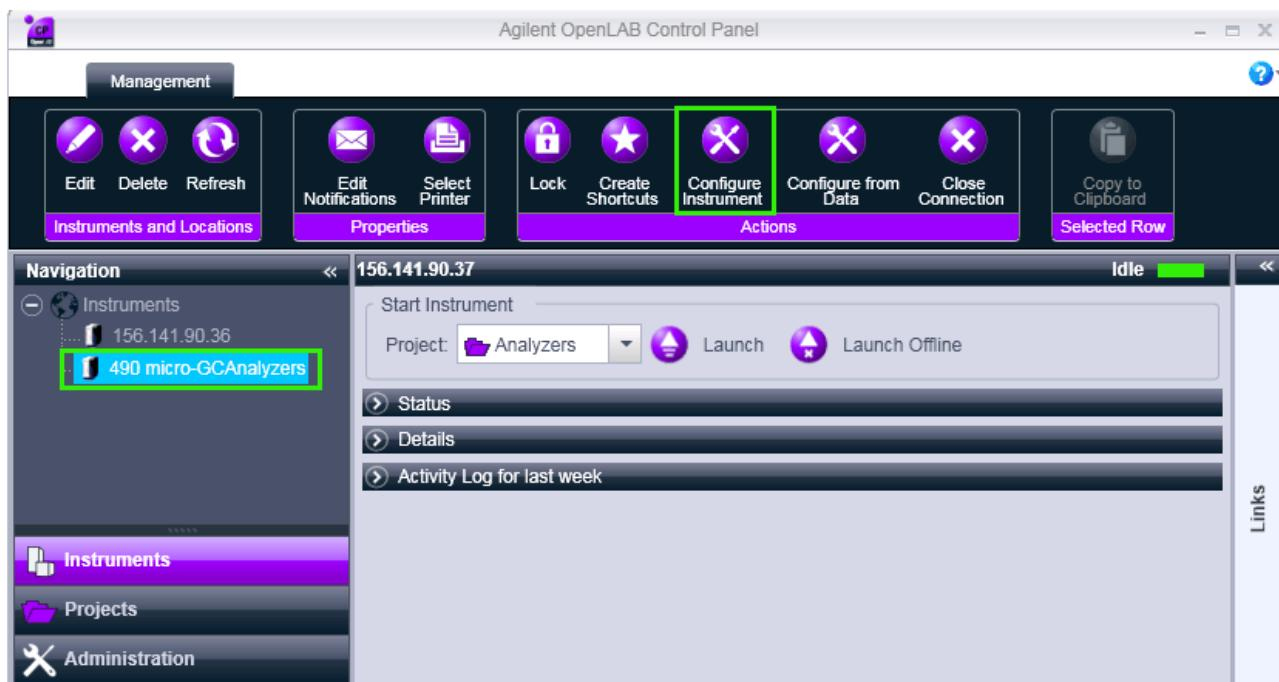

Figura 29 Panel de control de OpenLAB
- 2 En la barra de herramientas **Actions** (Acciones), seleccione **Configure Instrument** (Configurar instrumento). Consulte la Figura 29.